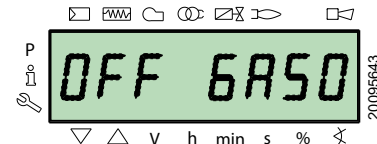

Fig. 40
- motorină „OFF GASO” (Fig. 40)